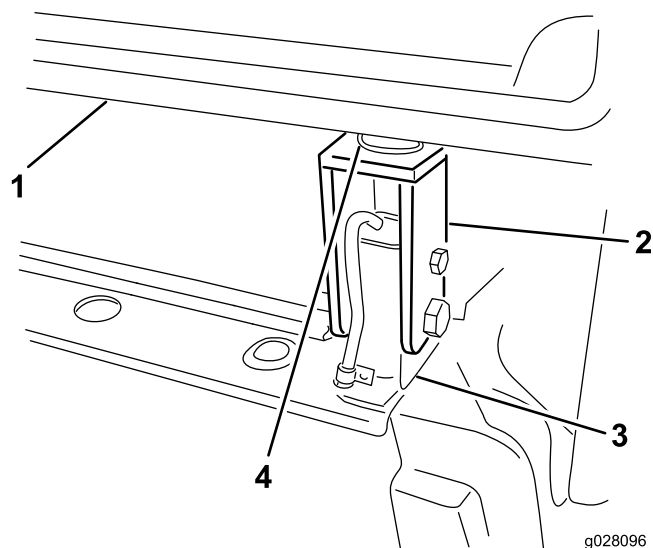

Figura 65
6. Montate senza serrare i supporti posteriori in gomma e i supporti di montaggio della cabina su ciascun lato dei supporti posteriori della cabina (Figura 65).